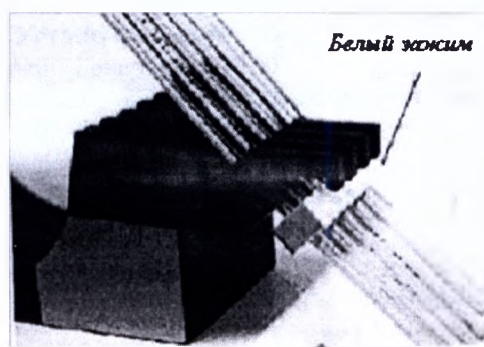

Рис. 9 Комплект трубок, установленный на трек головки
7. Поместите комплект трубок (Rita Tubing Set) на трек головки помпы IntelliFlow как показано на (рис. 9).